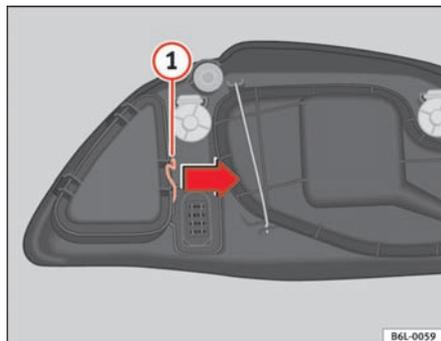

Fig. 156 Luz intermitente
- Desplace el tirante **1** ⇒ fig. 156 en el sentido de la flecha y retire la tapa.